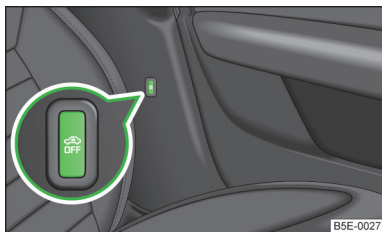

Fig. 18
- Premere il tasto  » fig. 18 con il simbolo sul montante centrale lato conducente. Nel tasto, il simbolo passa da  rosso ad arancione.